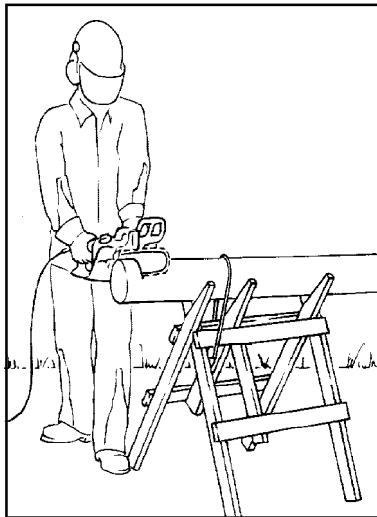

Рисунок 26 - Пиление тонкостенной древесины
2.3.11 Распиловка тонкостенной древесины производится на устойчивых зажимных приспособлениях-козлах, см. рисунок 26. Придерживание древесины другими лицами не допускается. Не придерживать древесину ногой.